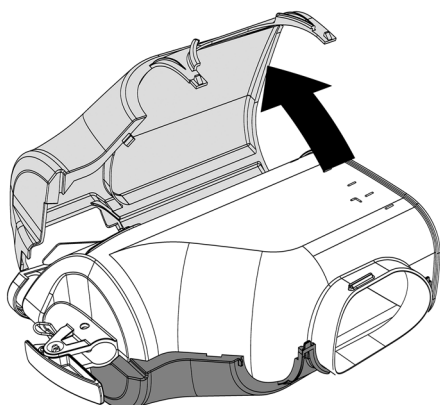
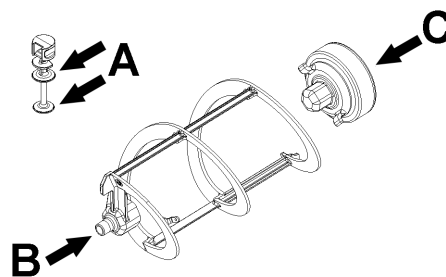
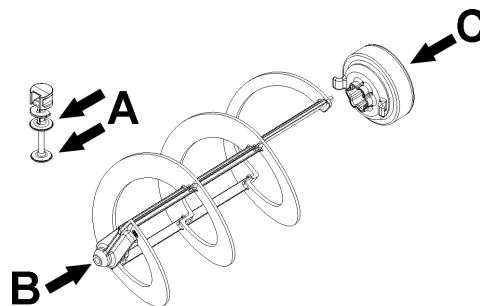

figura 17
figura 19
figura 20
- 2 Rimuovere la parte sinistra del recover e successivamente la destra. (vedere figura 17)(vedere figura 19).
- 2 Lubrificare il pistone rubinetto, il giunto esagonale ed il mescolatore nei punti indicati in figura 19 (B-Frozen 6) o figura 20 (B-Frozen 10) utilizzando esclusivamente il grasso in dota-